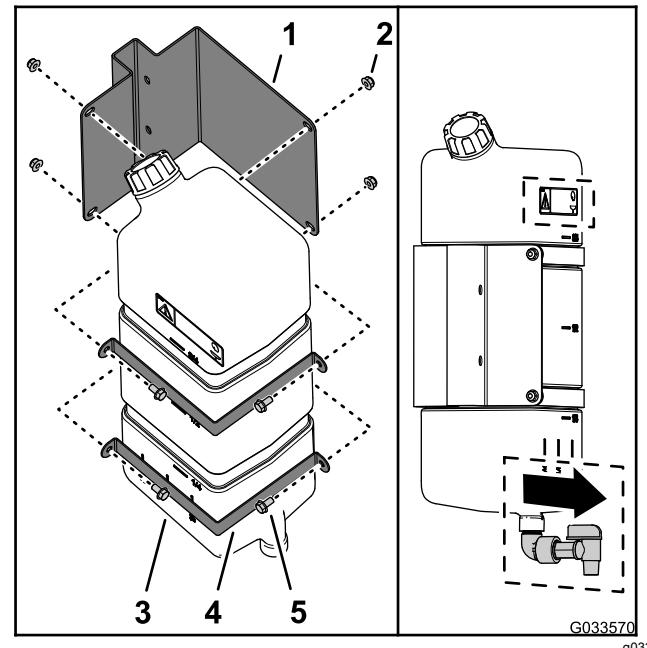

Figura 45
1. Montate il serbatoio dell'acqua dolce sulla relativa staffa di supporto con 2 fascette di tenuta, 4 bulloni a testa tonda (5/16" x 5/8") e 4 dadi di bloccaggio flangiati (5/16") come illustrato nella Figura 45.